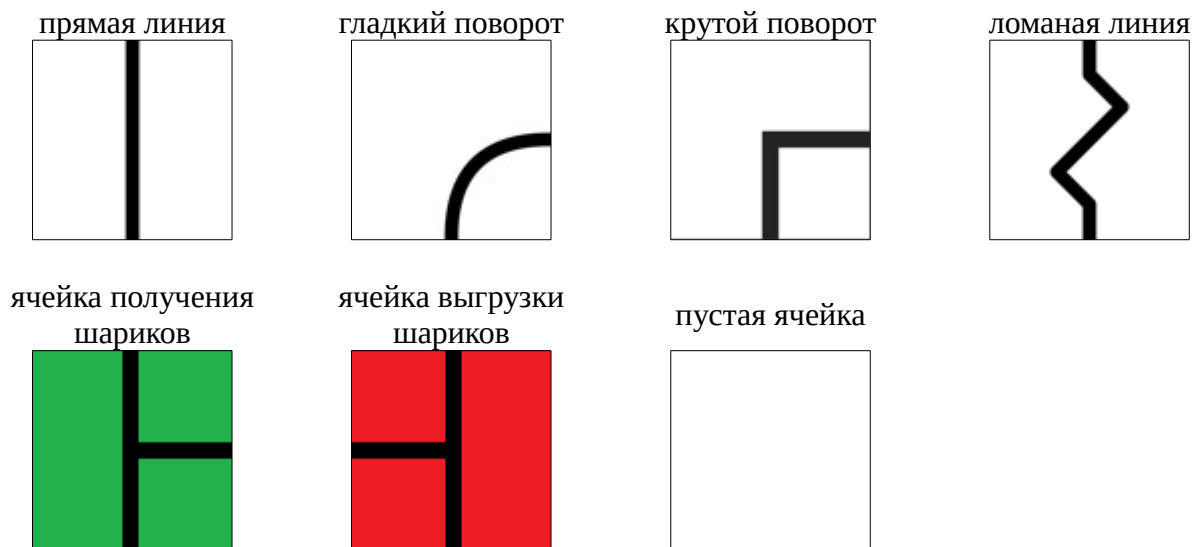

Рис. 1. Виды ячеек поля
2.2. Все возможные виды ячеек, из которых составляется поле, представлены на рис. 1. Ширина линии на ячейках – 25 мм.